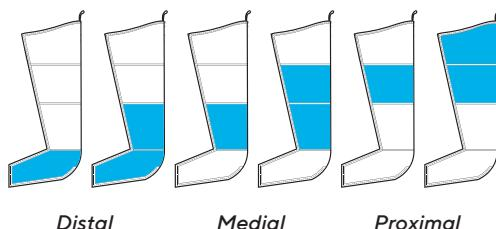

Figura 2 – Modo do Ciclo ISO
- Até que ambas as câmaras atinjam a pressão definida e esvaziem ao mesmo tempo, o ciclo volta a recomeçar ao fim de uma curta pausa (ver Figura 2).